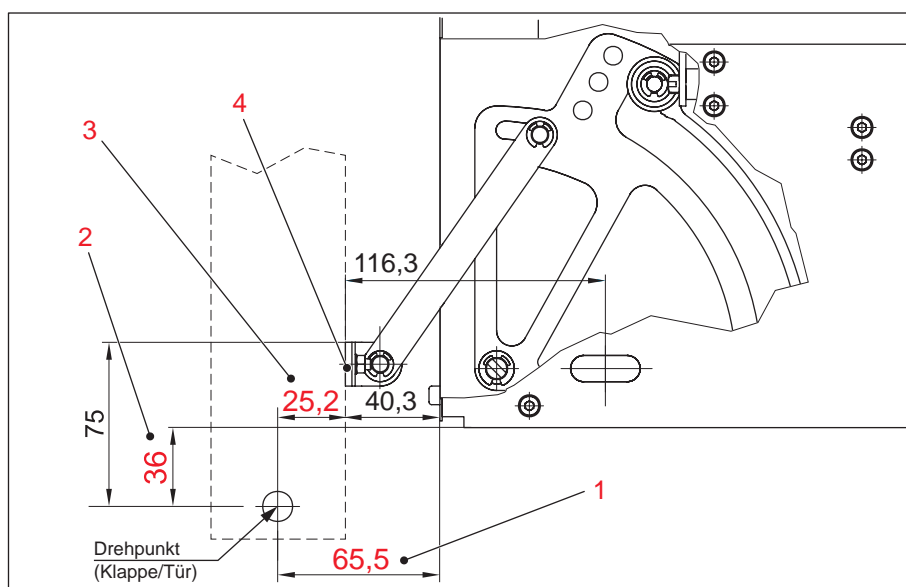

Bild 6: Zwingend einzuhaltende Funktionsmaße (Maße in mm)
1. Das Gerät an den 4 Langlöchern mit Sechskantschrauben M10 an den vorbereiteten Befestigungsbohrungen so anschrauben, dass die folgenden Funktionsmaße zwingend eingehalten werden, siehe **Bild 6**:
- 65,5 mm zwischen Frontblende und Drehpunkt des Schaltkastendeckels bzw. der Schaltschranktür (1).
- 36 mm zwischen Geräteunterseite und Drehpunkt des Schaltkastendeckels bzw. der Schaltschranktür (2).
- 25,2 mm zwischen Klappen-/Türanbindung und Drehpunkt des Schaltkastendeckels bzw. der Schaltschranktür (3).
3. Die Klappen- bzw. Türanbindung (4) des Gerätes mit dem Schaltkastendeckel bzw. der Schaltschranktür herstellen, siehe **Bild 6**.